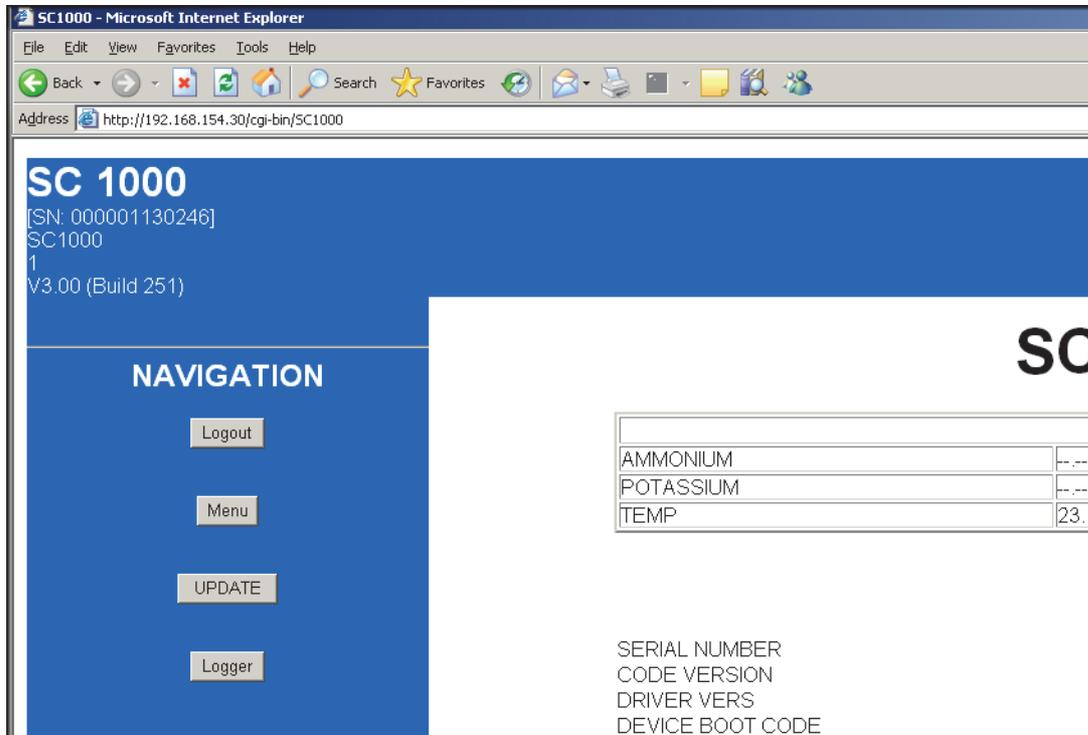

Abbildung 10 Schaltfläche **UPDATE**
6. Unter NAVIGATION auf die Schaltfläche **UPDATE** klicken (Abbildung 10).